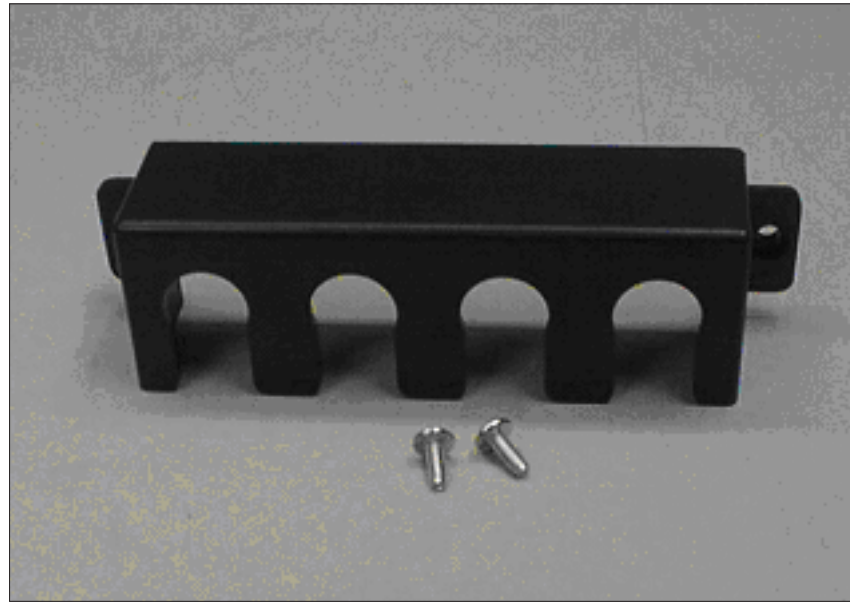

図 24. 2145 UPS-1U 電源ケーブル保持ブラケットのハードウェア
2. パッケージからブラケットと 2 個のねじ (図 24に示されています) を取り出します。